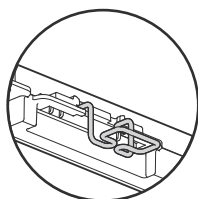

Fig. 9-5
9.4.1. Forberedelser (Fig. 9-5)